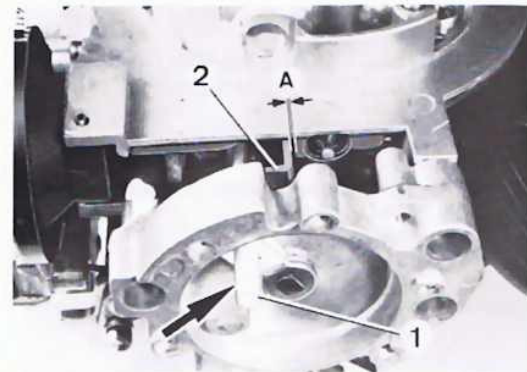

Bild 9
Sicherstellen, daß die Starterklappe in Startstellung der Drosselklappe ganz schließt. Falls erforderlich Spiel „A“ (Bild 9) überprüfen und ggf. einstellen.
a) Spiel „A“ einstellen (Bild 9)
- Starterdeckel abbauen und Mitnehmerhebel (1) in Pfeilrichtung drücken.
- Spiel „A“ überprüfen, ggf. durch Biegen des Hebels (2) korrigieren.